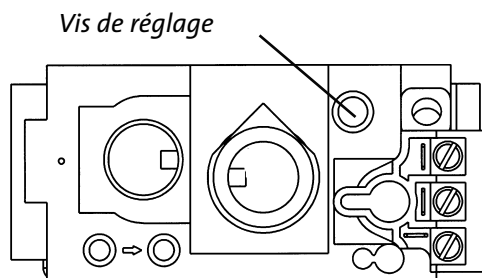

Figure 12.5. Arrangement de verre
- **NE COUVREZ PAS LA ZONE IMMÉDIATEMENT DEVANT L'ENSEMBLE PILOTE.** Les orifices de transfert directement devant l'ensemble de la veilleuse doivent rester dégagés pour assurer un bon allumage de la veilleuse. Voir fig. 12.5.